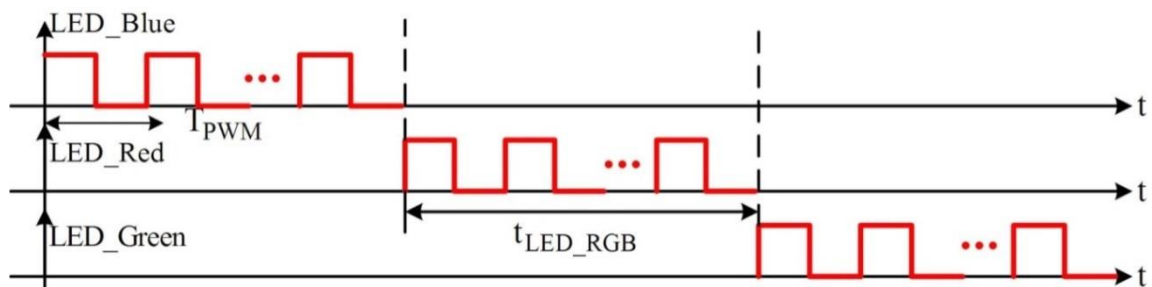

Рис. 3.15. Часові діаграми засвічування світлодіодів RGB LED стенду
3. Реалізувати проект засвічування червоного, синього та зеленого світлодіодів RGB LED стенду PSoC 6 BLE PIONER KIT з використанням компонент PWM. Алгоритм засвічування світлодіодів зображений на рис. 3.15. Період PWM (T_{PWM}) складає 2 сек, а $t_{LED_RGB}=12$ сек.